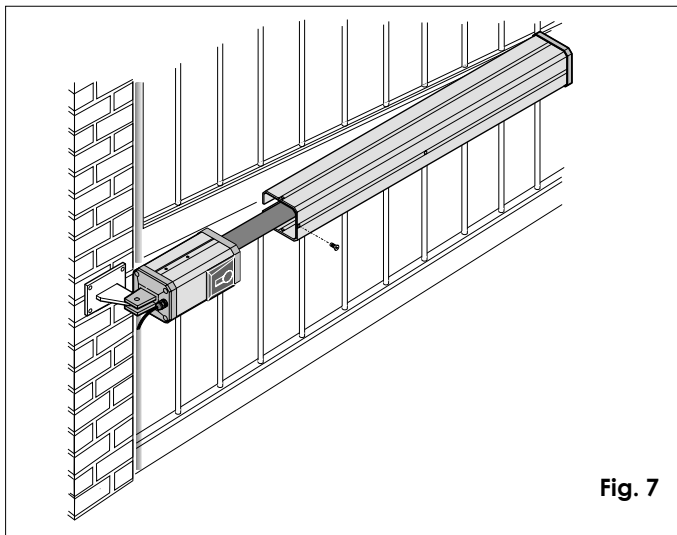

Fig. 7
- 12) Montar el carter de protección y fijarlo con los respectivos tornillos anexas, como en fig. 7.